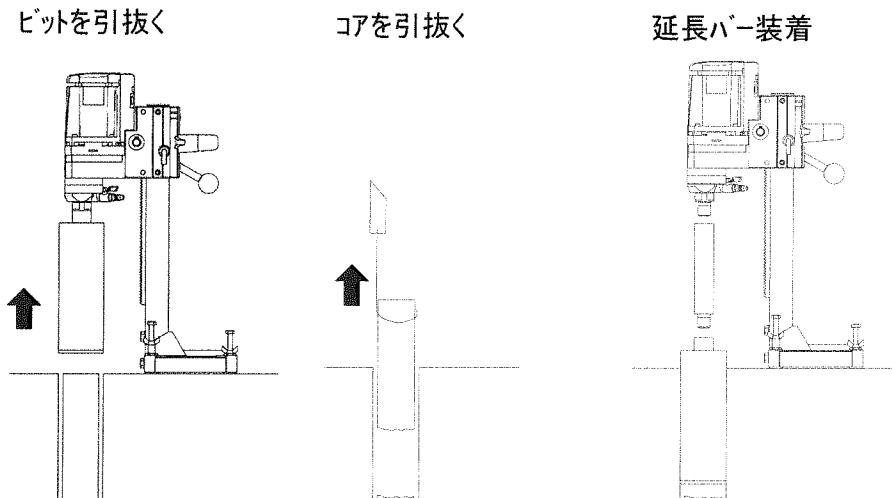

図3-2 延長バーの使用
- 2) 「図3-2 延長バーの使用」の手順で延長バーを使用します。